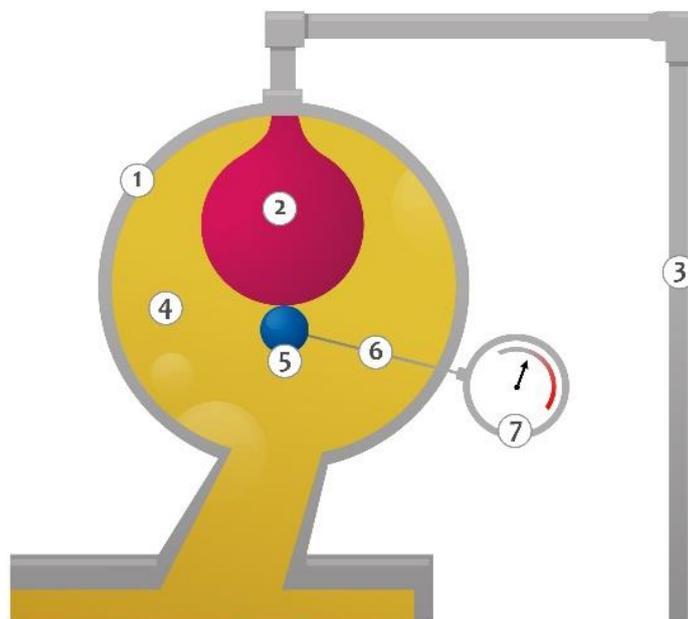

Figura 2 - Sistema de selagem com o uso de bolsa
Um segundo sistema de selagem é mostrado na Figura 2, utilizando uma bolsa de borracha ao invés de uma membrana. Nesta figura se observa o tanque de expansão (1) no interior do qual é instalada a bolsa de borracha (2), que tem sua abertura superior conectada à tubulação de ar (3), de forma a evitar o contato do óleo (4) com o ar atmosférico. À medida que o nível do óleo (6) sobe e desce, a bolsa de borracha (2) se recolhe ou estende. Na parte inferior da bolsa de borracha (2) é apoiada uma boia (5) que é acoplada através de uma haste (6) a um indicador de nível de óleo de ponteiro (7).